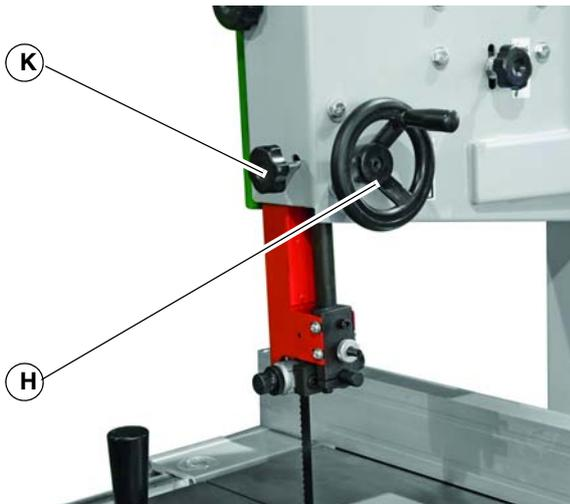

Abb. 13: Schutzeinrichtung
Wenn das Sägeband nicht mittig auf den Laufrollen läuft, muss das Sägeband neu eingestellt werden. Dazu ist die Klemmschraube (Pos. K, Abb. 13) zu lösen und die obere Laufrolle mit dem Handrad (Pos. H, Abb. 13) entweder nach vorne oder nach hinten zu neigen, anschließend ist der Lauf erneut zu kontrollieren. Um den korrekten Lauf zu erhalten, muss dieser Vorgang eventuell mehrmals wiederholt werden.
- Schritt 2: Um die Höhe einzustellen, die Klemmschraube (K) öffnen und das Handrad (Pos. H, Abb. 13) drehen, bis die gewünschte Höhe erreicht ist. Anschließend die Klemmschraube (Pos. K, Abb. 13) wieder festziehen.